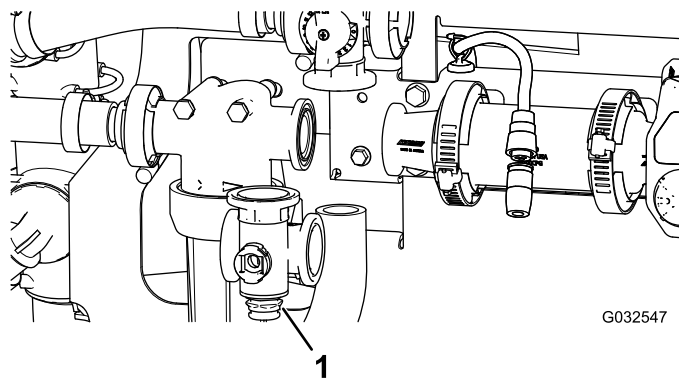

Figura 101
2. Retire o coletor da válvula de agitação da máquina (Figura 101).